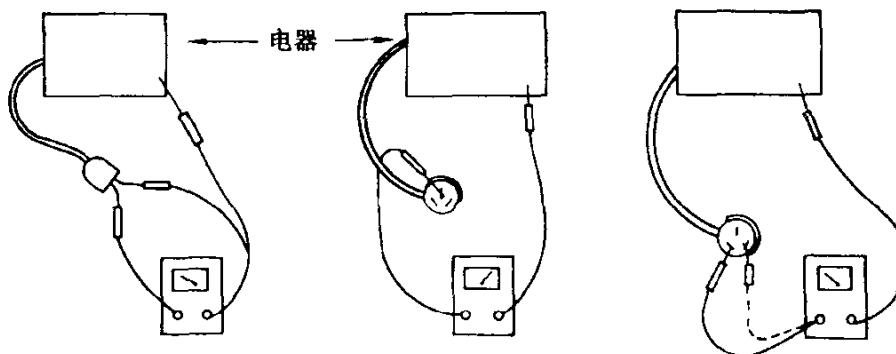

图 1.5 用万用表检查用电设备
- (1) 查设备铭牌：按国家标准，设备都应在醒目处有该设备要求的电源电压、频率、电源容量的铭牌或标志。小型设备的说明也可能在说明书中。
- (2) 查环境电源：电压、容量是否与设备吻合。
- (3) 查设备本身：电源线是否完好，外壳是否可能带电。一般用万用表简单检测用电设备，如图 1.5 所示。